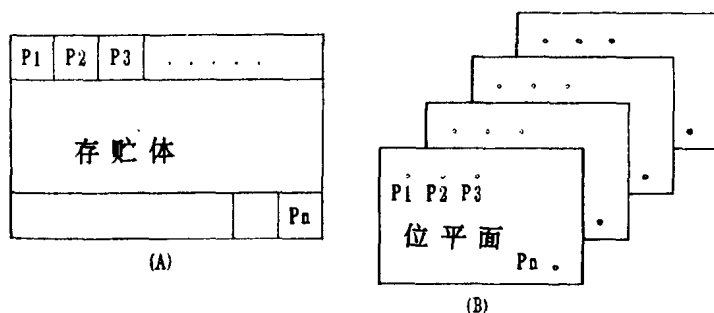

图 2-2 组合像素结构与位平面结构
在组合像素结构中,画面上每个像素的所有位均集中存放在单个存贮体中,见图 2-2 (A)。
以位平方式的显存结构在中、高性能的图形显示器中得到广泛采用。由图 2-2(B)可见,如果位平面的数目为 n ,则屏幕上一次可同时显示的不同颜色的数目就是 2^n 。